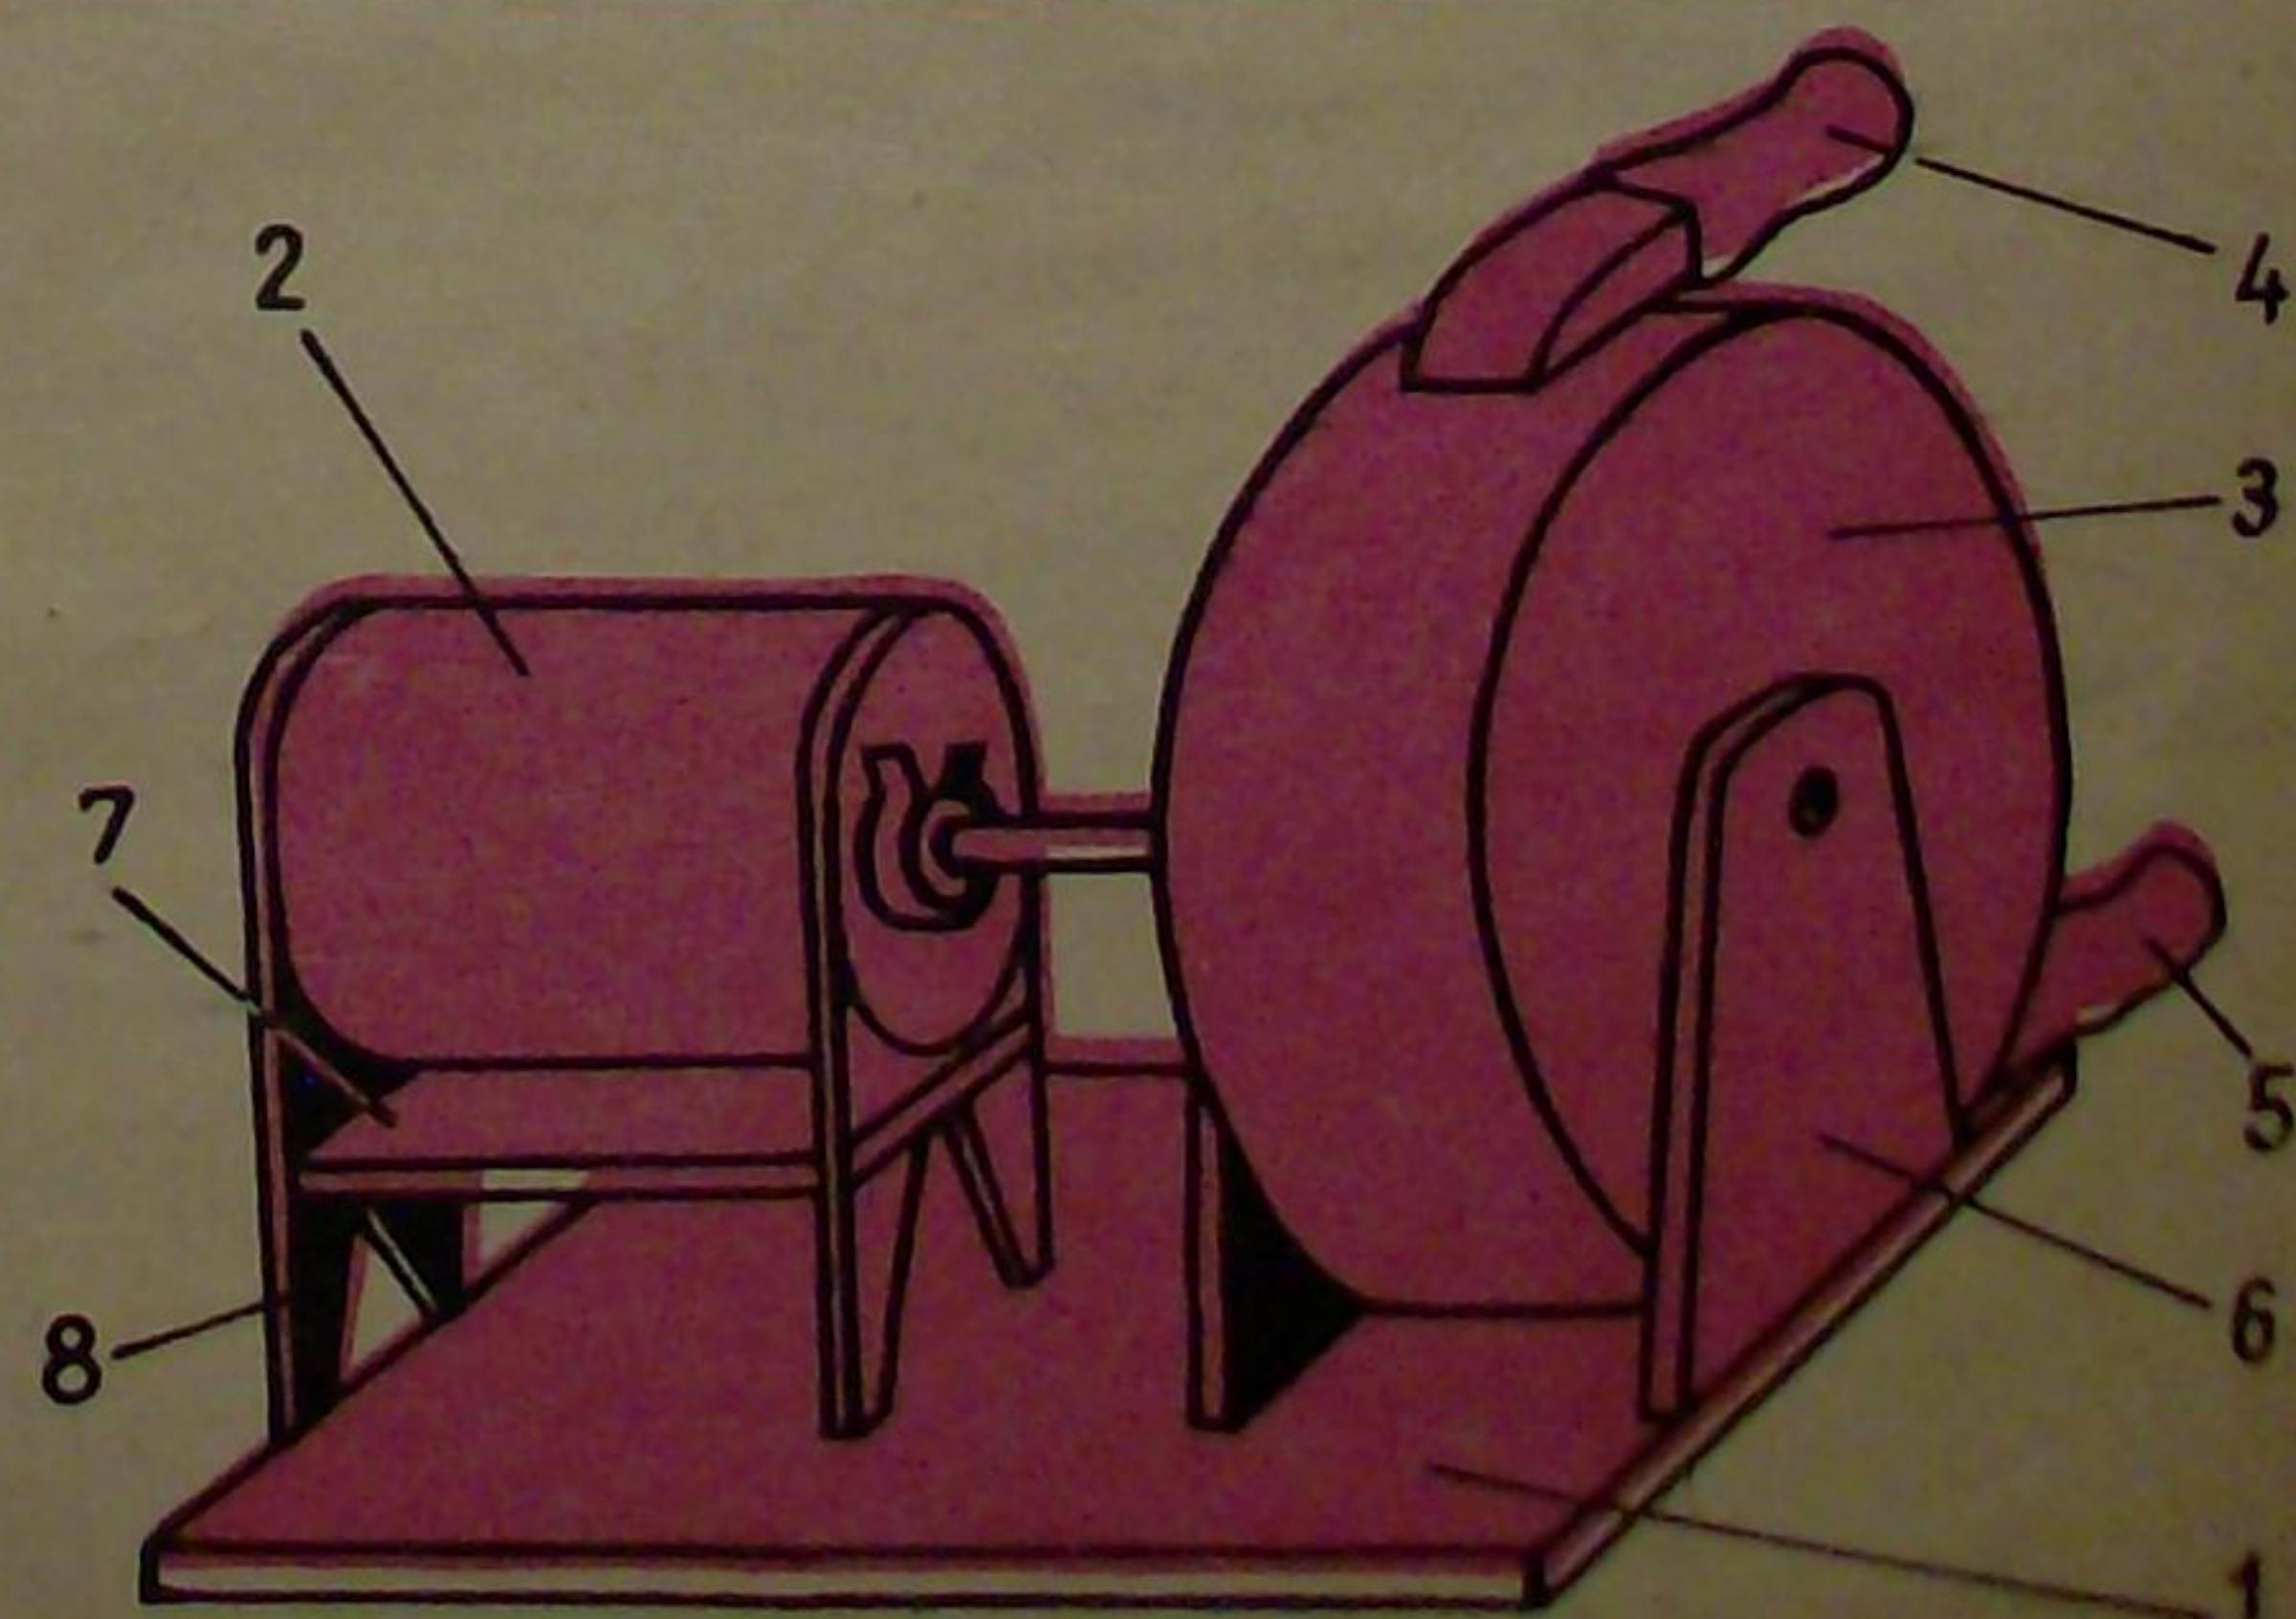

Fig. 1
Pionierii și școlarii pot realiza cu propriile lor posibilități, în cadrul laboratorului de fizică sau chiar acasă, o «microhidrocentrală» (fig. 1), care să furnizeze curent electric preluînd energia unei mici căderi de apă sau a apei de la un robinet.
Picioarele (1) se confectionează din ţeavă sau bară cu diametrul de 15–20 mm. Se tăie trei bucăți de ţeavă sau bară în lungime de 500 mm fiecare și, prin lovire cu ciocanul, se aduc la forma din fig. 1.
După asamblarea turbinei, axul acesteia este cuplat rigid, prin polizare, cu axul generatorului. Aceasta din urmă este plasat pe o placă suport (7 — fig. 1), confectionată ca în figura 8, susținută de 4 suporturi — 8, schițate în figura 9.
grosimea de 5 mm. De la turbină pleacă tuburile de cauciuc, dintre care unul (4 — fig. 1) se racordează la robinetul chiuvetei, iar prin celălalt (5) se evacuează apa din turbină.